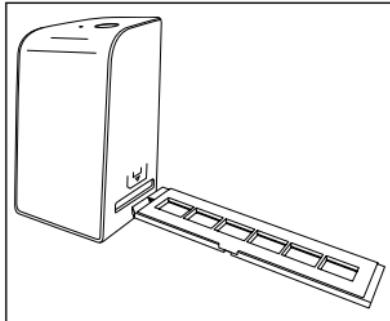

Abbildung 1
- ◆ Entriegeln Sie den Verschluss an der Vorderseite der Negativhalterung ⑤ und öffnen Sie die Halterung.
- ◆ Führen Sie nun die Negativhalterung ⑤ mit der Dreiecksmarkeierung voran und sichtbar in den rechten Einschub ④ ein (siehe Abbildung 1).
- ◆ Schieben Sie die Negativhalterung ⑤ so weit in den rechten Einschub ④, bis diese spürbar in der ersten Position einrastet. Für weitere Negative schieben Sie die Negativhalterung ⑤ weiter ein, bis diese spürbar in der nächsten Position einrastet.